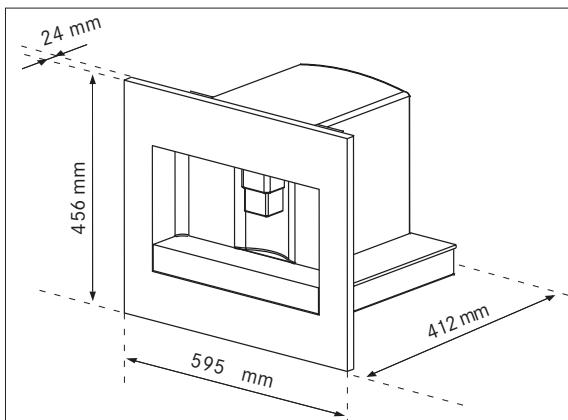

Abb. 1
- Bitte beachten Sie die Mindesteinbaumaße für einen ordnungsgemäßen Einbau des Geräts. (Abbildung 1, 2 and 3).